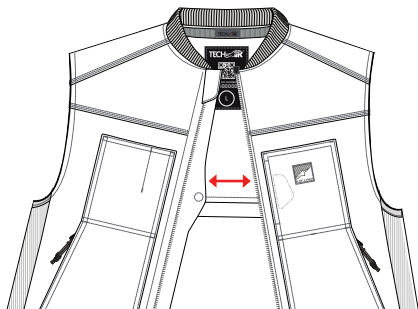

Figura 10
Para mantener el Sistema desconectado, mantenga abierta la cremallera de activación (1) como se muestra en la figura 10. Mantenga siempre el Sistema en este estado mientras lo almacene, transporte o envíe (consulte la Sección 14 "Limpieza, almacenamiento y transporte").
**¡ADVERTENCIA!** Apague SIEMPRE el sistema abriendo la cremallera de activación (1) cuando no esté conduciendo una motocicleta, aunque siga llevando puesto el sistema. Aunque el sistema ha sido evaluado para una serie de actividades no relacionadas con la conducción, mantener el sistema encendido y/o activo aumenta la posibilidad de un despliegue no deseado y agota la batería. Por lo tanto, como norma general, cuando no conduzca, abra siempre la cremallera de activación (1).